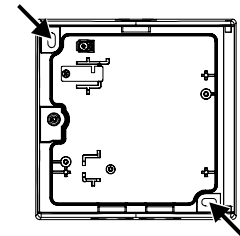

Fig. 2
- Only use the screw holes marked by arrows (see Fig. 2).
5. Use the Allen key (4) to close the door (1).
- Verwenden Sie nur die mit Pfeil markierten Schraubenlöcher (siehe Fig. 2).
5. Schließen Sie die Tür (1) mit dem Innensechskant-Schlüssel (4).